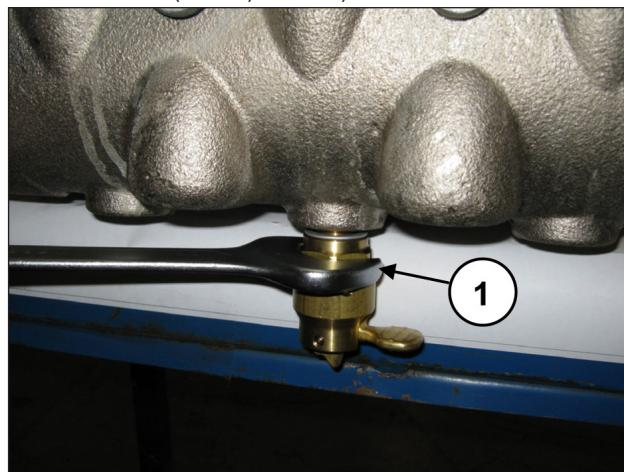

Рис. 105
Открутите устройство открывания клапанов с помощью ключа на 30 мм (поз. ①, Рис. 105).